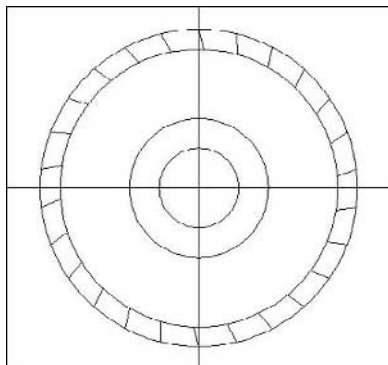

Fig.5.18
- 2 Tracer les cercles de diamètres 40, 70, 140 et 160 mm (fig.5.18).